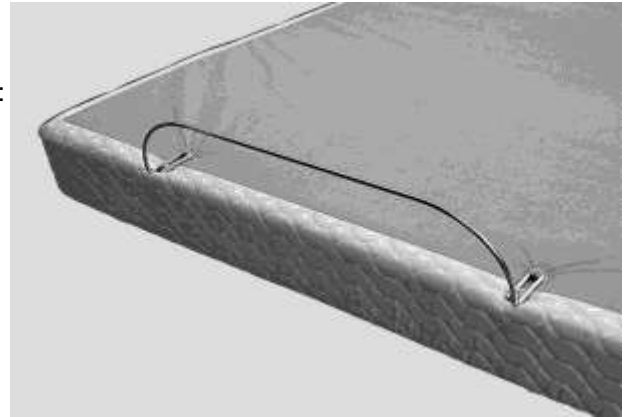

FIGURA 6: Tope del colchón estándar instalado
- e. Ajuste los tornillos para completar la instalación del tope del colchón (FIGURA 6)